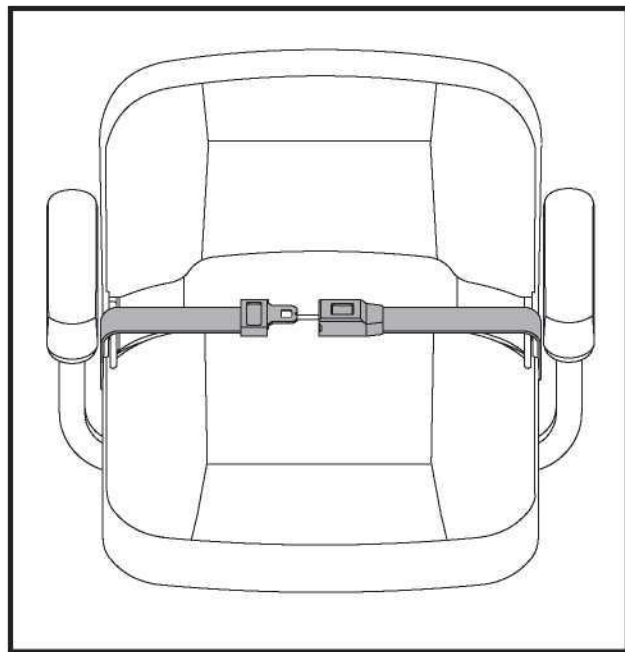

Figure 17. Ceinture de positionnement - Crochet réutilisable et boucle de fixation
1. Insérez l'onglet de la ceinture côté droit dans la boucle de ceinture côté gauche jusqu'à ce que vous entendiez le "clic". **Voir la figure 17.**